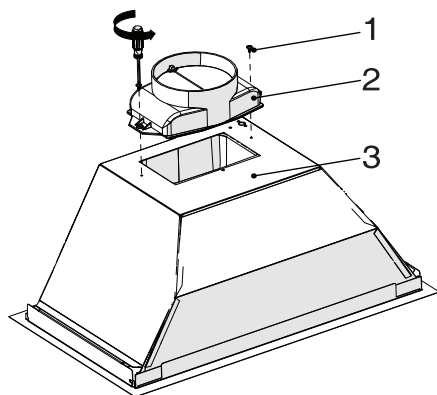

Figura 3
- Encaixe a chaminé de plástico contida na embalagem ao corpo do aparelho utilizando 2 parafusos 3,5 X 9,5. Não fricção contra a superfície. (Figura 3)